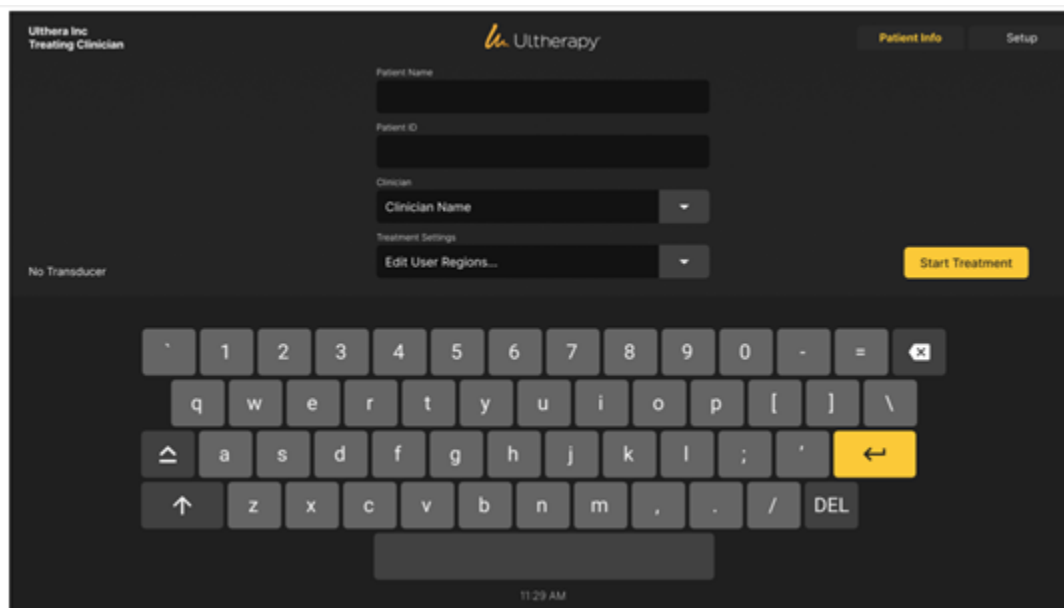

Figura 7.6: Tela de informações do paciente
1. A tela **Informações do paciente** mostrada na Figura 7.6 é a Tela de informações do paciente exibida quando você liga o sistema.